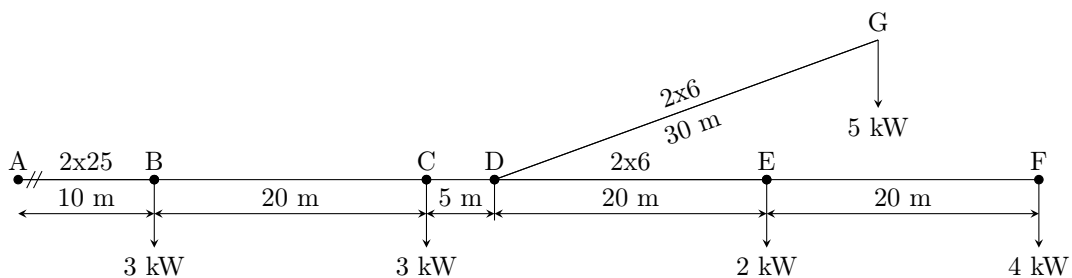

Figura 7.5: Diagrama unifilar del problema 7.15.
7.15 (2.6-4.) La línea monofásica, representada en la figura 7.5, está formada por un cable, con dos conductores de cobre, aislados con polietileno reticulado en instalación superficial. La tensión es de 230 V y las secciones están indicadas. Calcular la caída de tensión en los tramos AD, DG y DF.